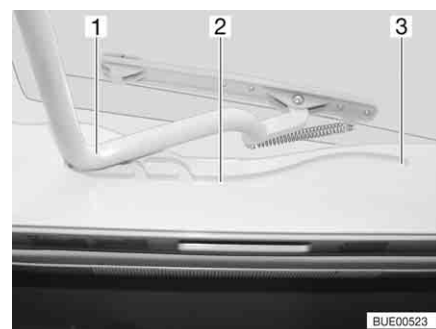

Fig. 33 Oblò Heki, guida
- Tirare la staffa (Fig. 33,1) nelle guide (Fig. 33,2) fino alla posizione più all'indietro (Fig. 33,3).
- Spingere la staffa (Fig. 33,1) leggermente verso l'alto con ambedue le mani.
- Tirare la staffa nelle guide (Fig. 33,2) fino alla posizione desiderata.